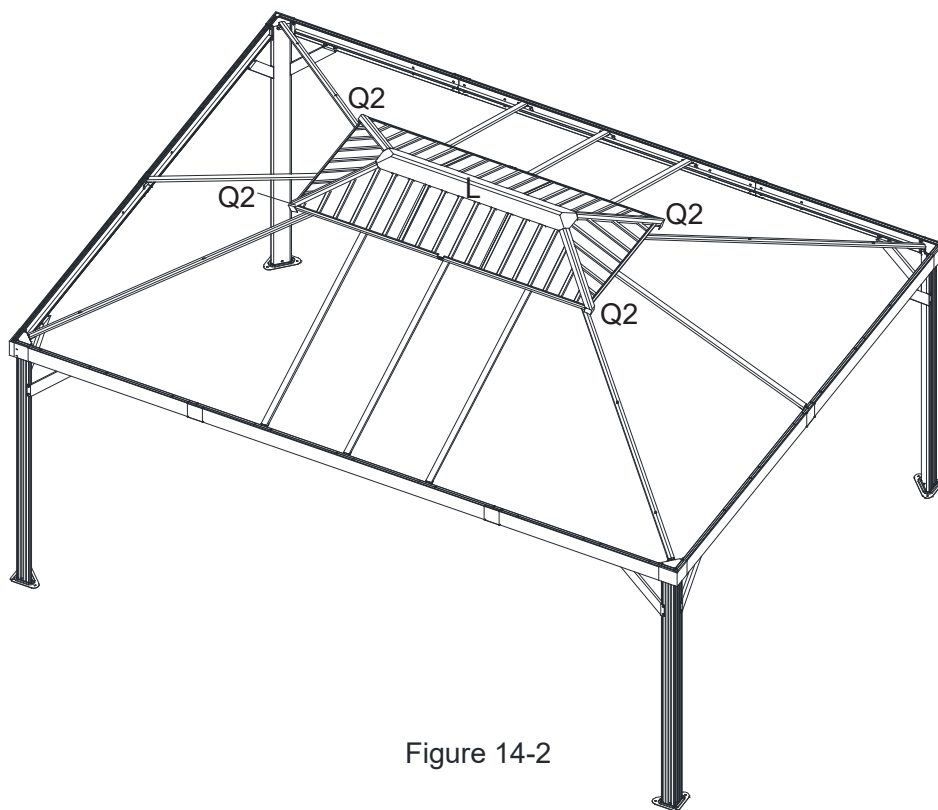

Figure 14-2
14.2. Répéter l'opération pour tous les angles. Serrez tous les boulons. Voir la figure 14.2.